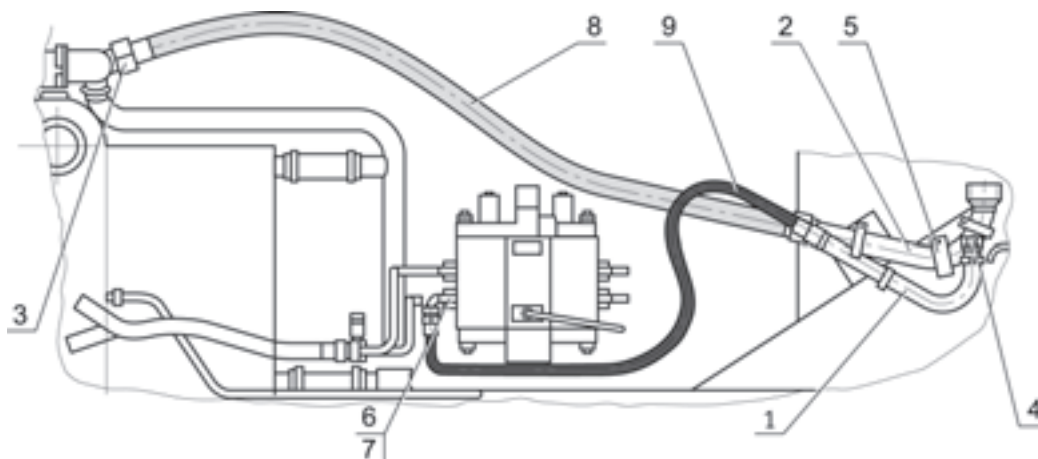

Рис. 5. Монтаж гидрооборудования на поворотной платформе экскаваторов ЭО-3323А
4.3.1.1. Закрепите на трубопроводах 1(2) (рис. 5, табл. 3) по два крепежа напорного 4 (сливного 5) трубопровода, приложите трубопроводы к щекам поворотной платформы и прихватите кронштейны крепежей электросваркой.